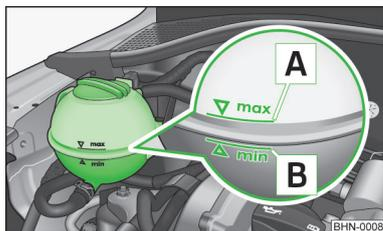

Fig. 100
Pour l'appoint, nous recommandons de n'utiliser que l'additif antigel dont la désignation figure sur le vase d'expansion du liquide de refroidissement » fig. 100.
- Contrôlez le niveau du liquide de refroidissement dans le vase d'expansion de fluide de refroidissement » fig. 100. Le niveau de liquide de refroidissement doit se trouver entre les marques **B** (min.) et **A** (max.) quand le moteur est froid. Il peut légèrement dépasser la marque **A** (max.) quand le moteur est chaud.
- Posez un chiffon sur le bouchon du vase d'expansion du liquide de refroidissement » fig. 100 et dévissez **prudemment** le bouchon.
Ne remplissez pas de refroidissement au-delà de la marque **A** (max.) » fig. 100 ! L'excédent de fluide de refroidissement s'échappe du système de refroidissement par le clapet de surpression du bouchon du vase d'expansion du fluide de refroidissement lorsque la température monte.